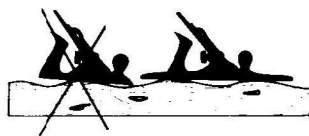

FIG. 1
FORE/TRY PLANES: Used to true uneven surfaces, (Fig. 1) and long edges. G12-006/-016, G12-007/-017.
DEMI-VARLOPES/VARLOPES: Redressage (Fig. 1) et travaux de grande longueur. G12-006/-016, G12-007/-017.
**RAUHBANK:** Zum Hobeln großer, unebener Oberflächen und langer Werkstücke. (Abb. 1). G12-006/-016, G12-007/-017.
MEDIA-GARLOPAS/GARLOPAS: Para superficies desiguales (Fig. 1) y trabajos de gran longitud. G12-006/-016, G12-007/-017.